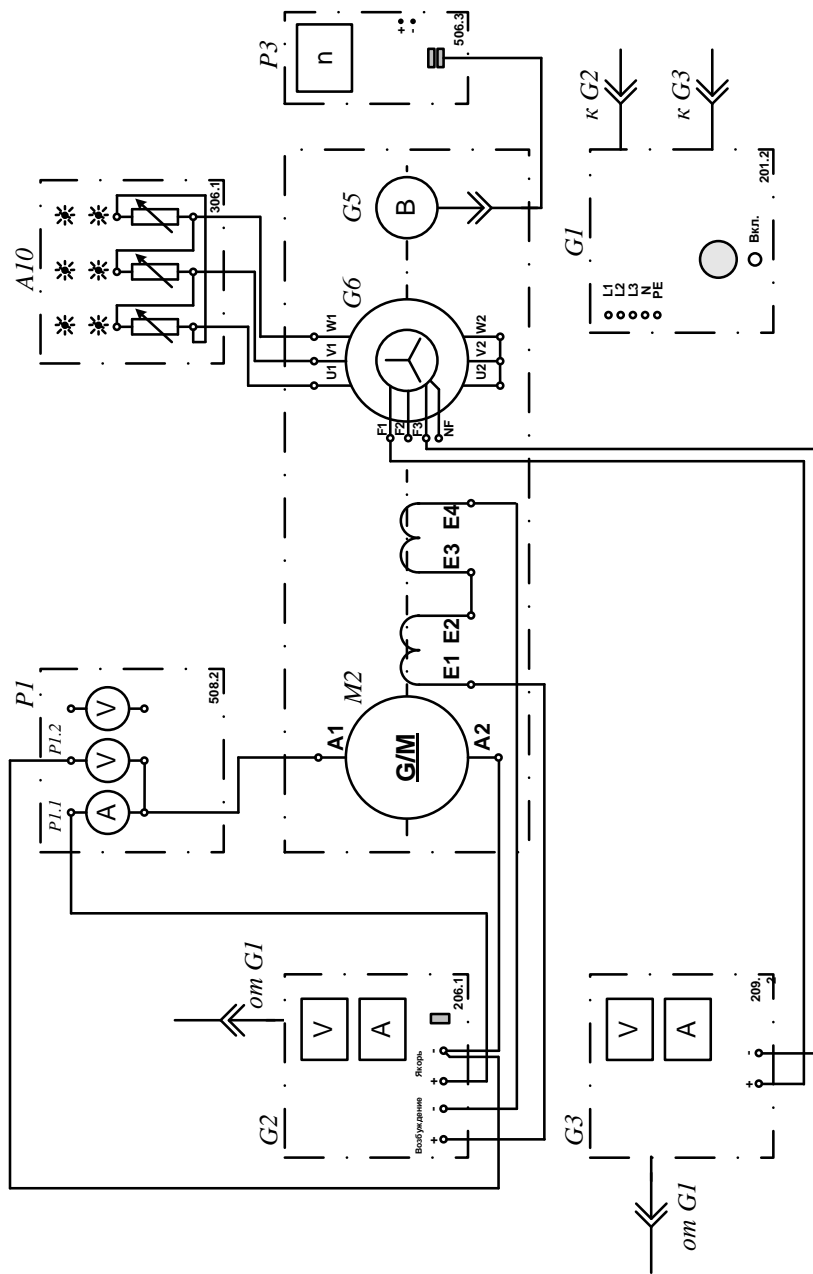
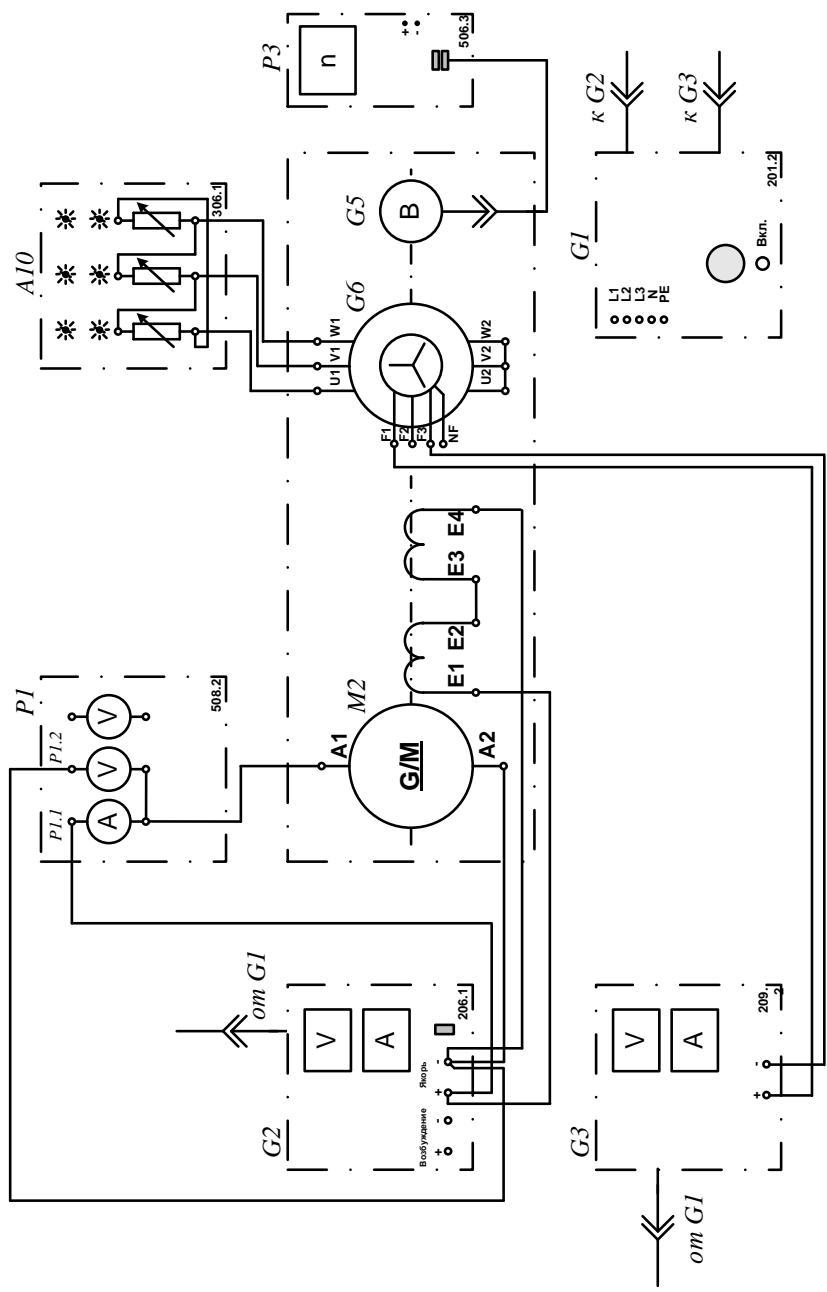
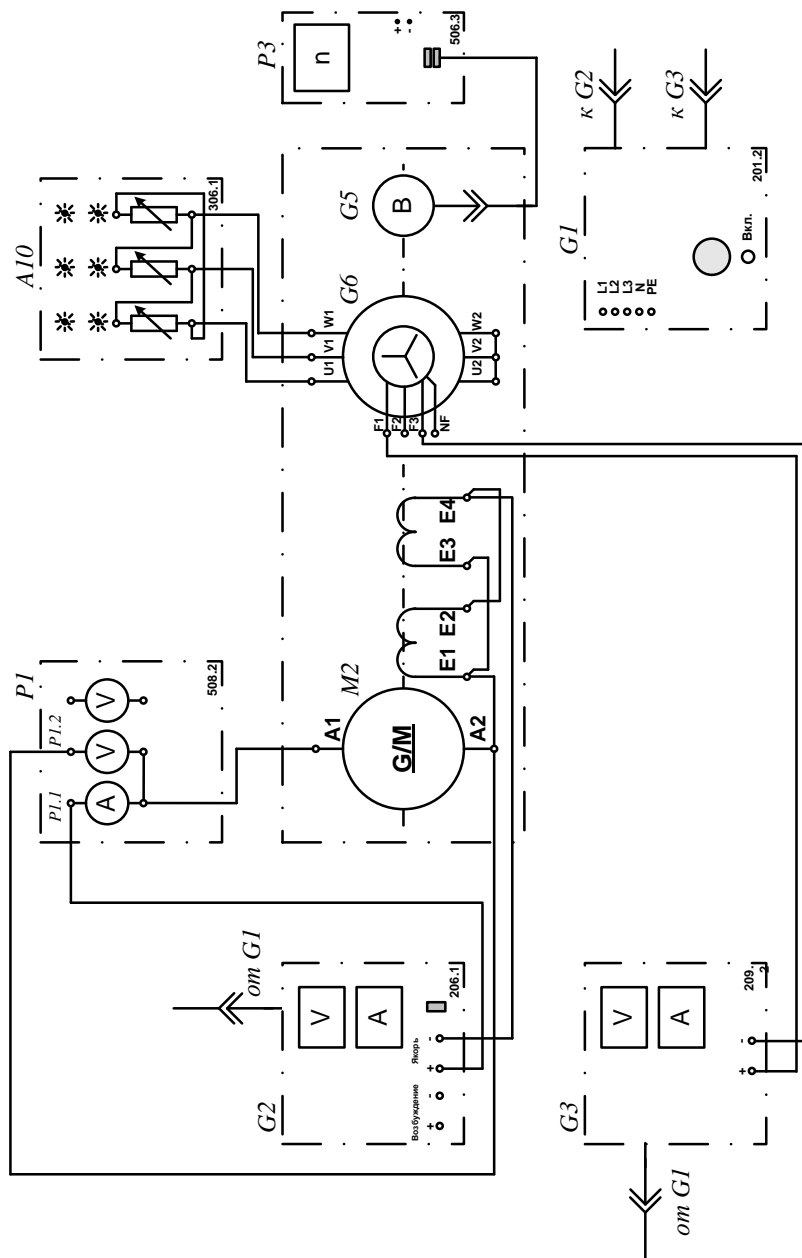

Рисунок 2- Электрическая схема двигателя с независимым возбуждением (вариант 1)
Рисунок 3 – Электрическая схема двигателя с параллельным возбуждением (вариант 2)
Рисунок 4 – Электрическая схема двигателя с последовательным возбуждением (вариант 1)
1.3. Соедините аппаратуру в соответствии с электрической схемой соединений (рис. 2 для исследования двигателя с независимым возбуждением), (рис. 3 для исследования двигателя с параллельным возбуждением), (рис. 4 для исследования двигателя с последовательным возбуждением).